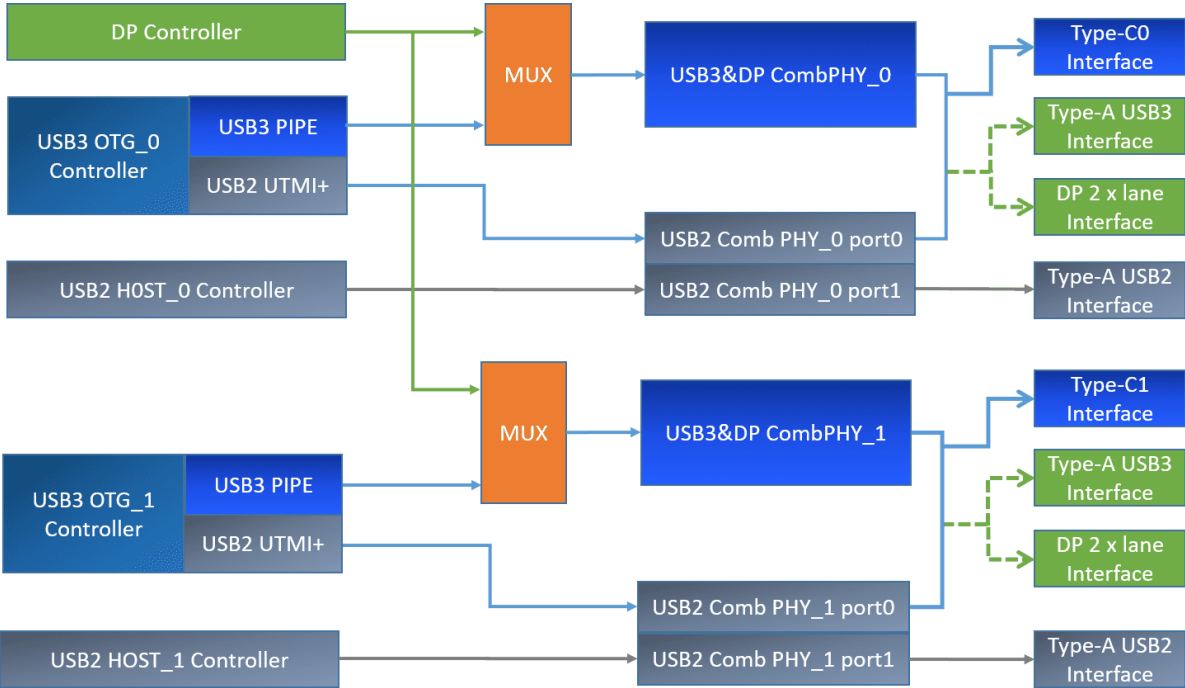

图 1-1 RK3399 USB 控制器和 PHY 的连接示意图
RK3399 USB 控制器和 PHY 的内部连接关系（未包含 HSIC），以及对应的常见 USB 物理接口如下图 1-1 所示。
- 5. 需要注意的是，RK3399 USB 支持的接口类型并不局限于图 1-1 所描述的 Type-C/A USB 接口类型，而是可以支持所有常见的 USB 接口，包括 Type-C USB 2.0/3.1，Type-A USB 2.0/3.1，Micro USB 2.0/3.1 等，具体信息请参考RK3399 USB 支持的接口类型。为了适配不同的 USB 电路设计和接口类型，Linux 内核 USB 驱动已经做了软件兼容，开发者只需要根据产品的 USB 硬件电路，对 Linux USB DTS 进行正确配置，即可使能对应的 USB 接口功能。详细的 USB DTS 配置方法，请参考RK3399 USB DTS 配置；